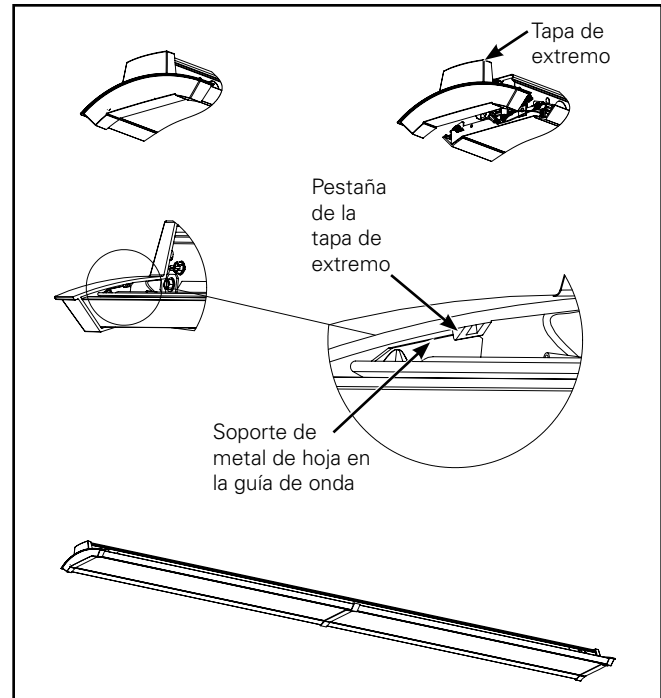

Figura 15.
- Retire los tapones del extremo de la caja de piezas, instale el tapón de extremo en la luminaria. Coloque el arnés del cable y el cable de seguridad durante la instalación. Las pestañas de los tapones de extremos deben encajar completamente en el soporte de metal. (Figura 15.)